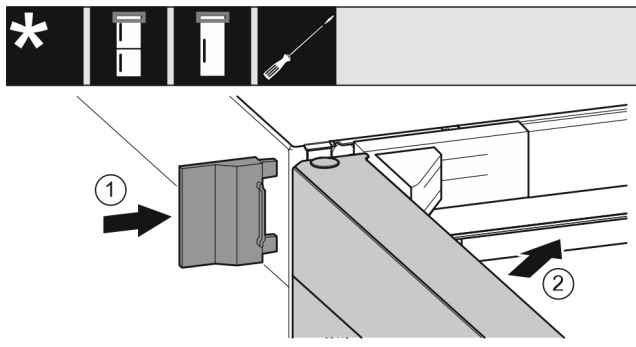

Fig. 25
- ▶ Insérer le cache extérieur Fig. 25 (1).
- ▶ Fermer la porte supérieure Fig. 25 (2).